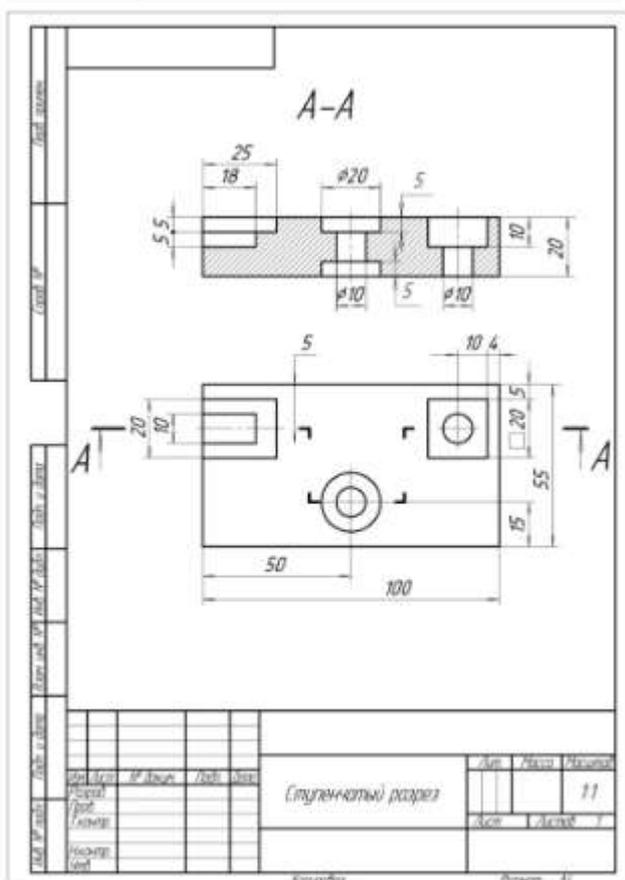

Рисунок 37 – Ступенчатый разрез
1. Начертите рамку и основную надпись в графическом редакторе Компас, см. рис. 37.